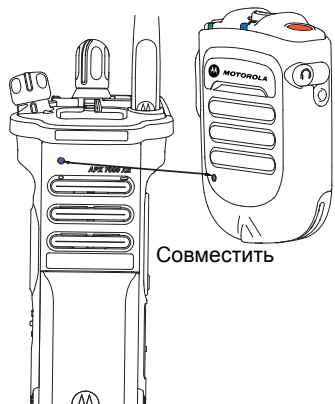

Рис. 2.10. Сопряжение WSRM
- 2 Разместите синюю точку (точка безопасного сопряжения) на WRSМ на расстоянии 2,5 см от синей точки (точки безопасного сопряжения) радиостанции. См. Рис. 2.10.